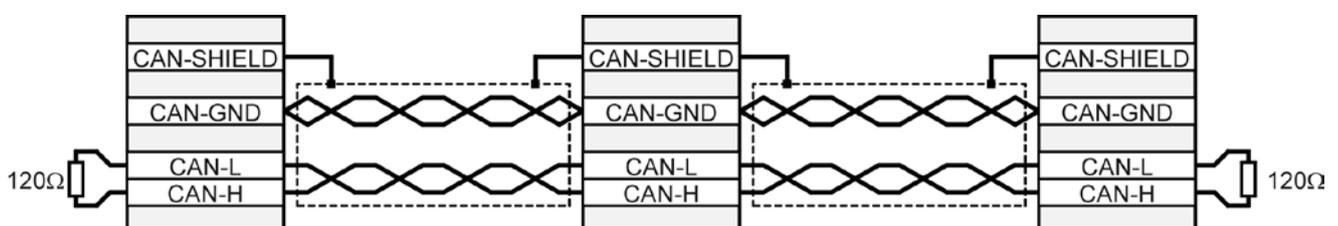

Abbildung 30: Verkabelungsbeispiel für CAN-Bus
- ❖ Die einzelnen Knoten des Netzwerkes werden grundsätzlich linienförmig miteinander verbunden, so dass das CAN-Kabel von Regler zu Regler durchgeschleift wird (Siehe Abbildung 30).